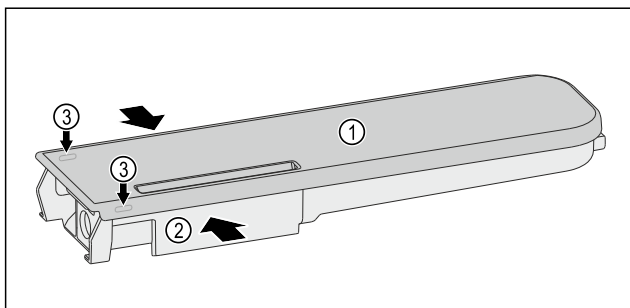

Fig. 130
- ▶ Stisnite spremnik za vodu Fig. 130 (2), pažljivo podignite poklopac Fig. 130 (1) preko zasuna Fig. 130 (3) i ga povucite prema gore.
- ▶ Poklopac Fig. 130 (1) lagano pomičite amo-tamo i izvadite ga prema gore.